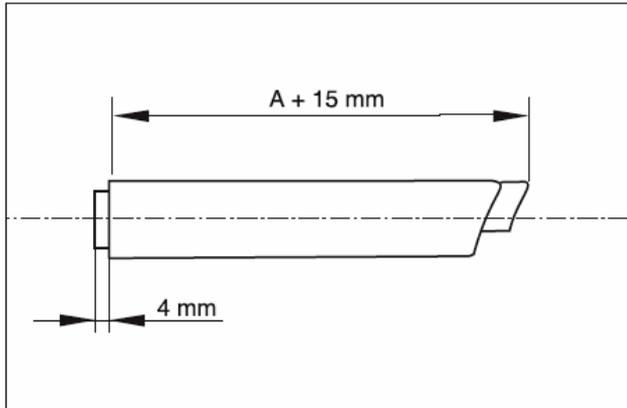

图 5.8
- 请用金属锯来截断烟道，切割方法是：首先切割外圈的进气管，然后切割内圈的排气管；排气管切割完后的端口要伸出进气管 4mm，图 5.8。